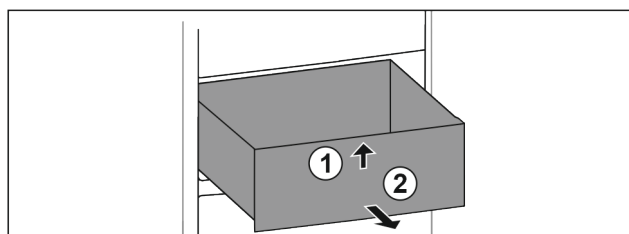

Fig. 74
- ▶ Sollevare il cassetto dal davanti. Fig. 74 (1)
- ▶ Rimuovere il cassetto tirandolo in avanti. Fig. 74 (2)